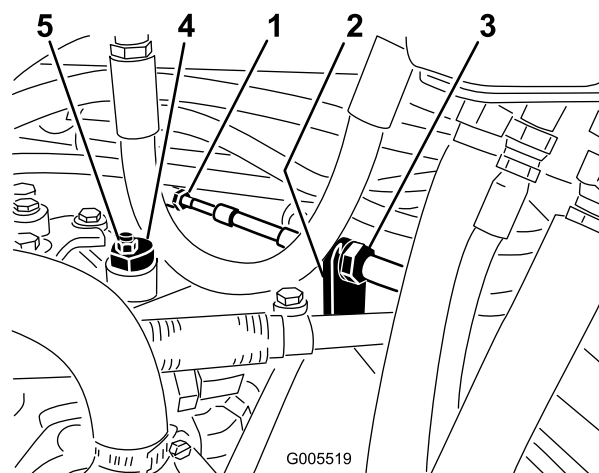

図 54
- A. 走行ケーブルを油圧トランスミッションのバルクヘッドに取り付けているジャムナット（図 54）を両方ともゆるめる。ジャムナットは調整ができるよう十分に、また均等にゆるめること。
注 偏芯ナットをトランスミッション上部に止めているナット（図 54）をゆるめる。
- C. どちらにも車輪が回らないように偏芯ナットを回して調整する。調整ができたなら固定ナットを締める（図 54）。スロ
- D. バルクヘッドのそれぞれの側から、ロックナットを均等に締め付けて、ケーブルを固定する（図 54）。ケーブルをねじらないように注意すること。